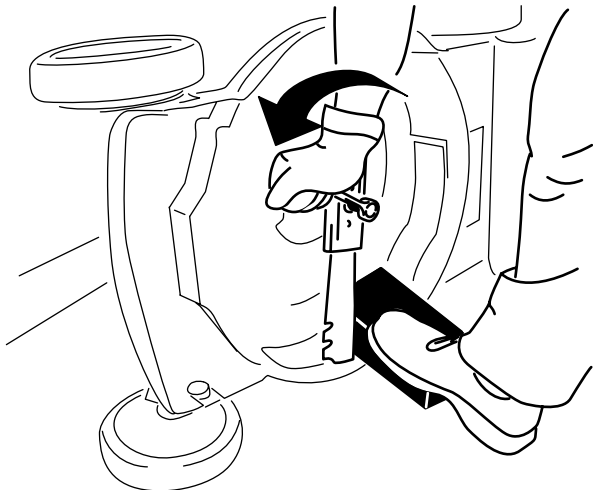

Figura 32
3. Usate un blocco di legno per tenere ferma la lama (Figura 32).
4. Togliete la lama e conservate la bulloneria di montaggio (Figura 32).